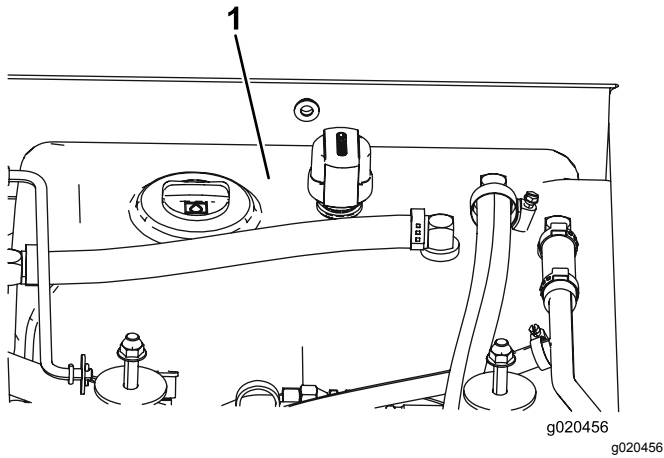

Figura 105
- Llene el depósito (Figura 105) con fluido hidráulico; consulte Comprobación del fluido hidráulico (página 75).